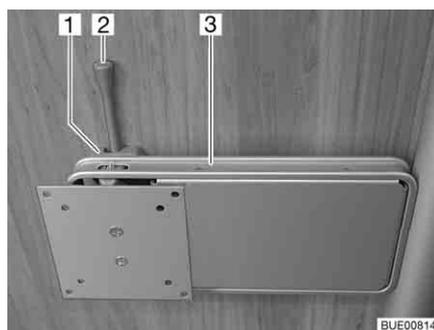

Fig. 65 Support sur colonne
- Pousser le levier de déverrouillage (Fig. 65,2) sur le côté et pivoter le support (Fig. 65,3) et l'écran plat pour les amener en position souhaitée.
- Pivoter l'écran plat en sens inverse, jusqu'à ce que le support (Fig. 65,3) s'enclenche dans le verrouillage (Fig. 65,1).